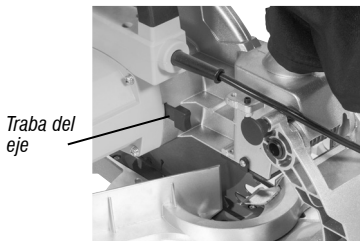

Fig. 16 – Accionamiento de la máquina
1. Gire la empuñadura de ajuste de la mesa en el sentido contrario a los punteros del reloj (fig. 16);